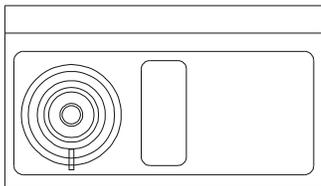
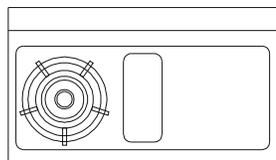

图 4-2-7
图 4-2-10
使用移动命令 MOVE 将上面绘制的 10×45 的矩形移动到如图 4-2-7 所示的位置。
单击如图 4-2-8 所示的阵列对话框中的 **环形阵列 (A)**，图 4-2-8 所示的对话框变为如图 4-2-9 所示的对话框，按该对话框的参数进行设置完成后，单击“选择对象”旁边的  按钮，返回到绘图界面，单击如图 4-2-7 所示的 10×45 的矩形，按回车键后又返回到如图 4-2-9 所示的对话框，接着单击“中心点”后面的  按钮，又返回到绘图界面，按 F3 键打开捕捉功能，
并单击如图 4-2-7 所示圆环中的圆心,又返回到如图 4-2-9 所示的对话框,单击“确定”按钮,其结果如图 4-2-10 所示。